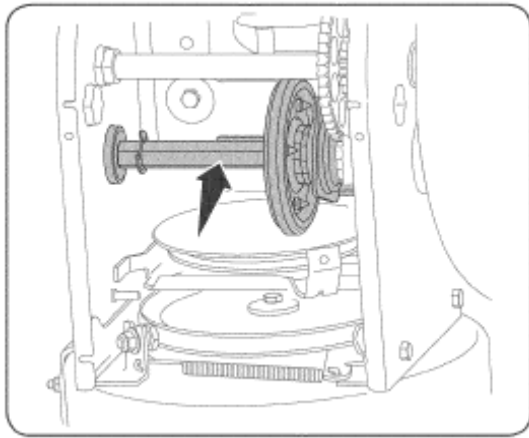

Рисунок 16
4. Нанесите тонкий слой моторного масла (около 34 мл масла) на вал зубчатой передачи. См. рис. 16.